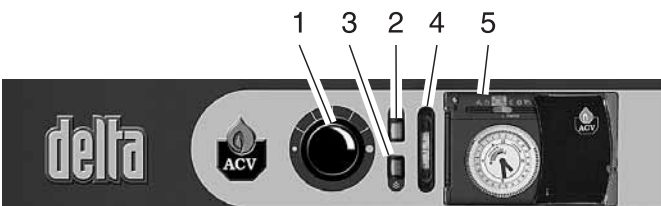

Рис. 23: Панель управления
7.1.1 ОЗНАКОМЬТЕСЬ С ПАНЕЛЬЮ УПРАВЛЕНИЯ (рис. 23)
Перед выполнением любых работ отключите электропитание на распределительном щите котельного помещения. Выключите главный выключатель котла. (поз. 2, рис. 23)
1 – Регулируемый термостат 60–90°C (поз. 1, рис. 23)
2 – Главный выключатель (поз. 2, рис. 23)
3 – Переключатель «зима–лето» (поз. 3, рис. 23)
4 – Термометр (поз. 4, рис. 23)
5 – Контроллер (поз. 5, рис. 23)